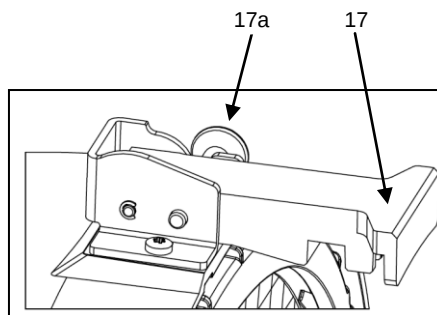

Abb. 5 Torsicherung / fig. 5 top latch
- Torsicherung (17) durch Ziehen des seitlich angebrachten Knopfes (17a, Abb. 5) öffnen.
- Open the top latch (18) by pulling the button at the side (18a, fig. 5).